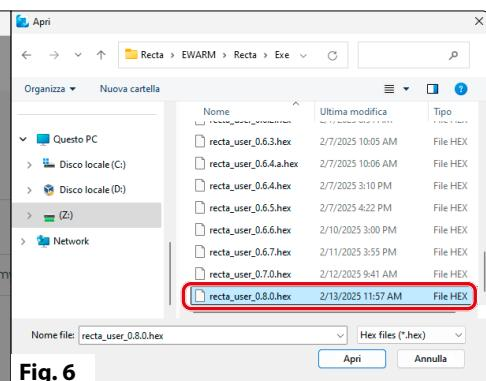

Fig. 6
6. Selezionare il file del nuovo firmware da caricare (Fig. 6).